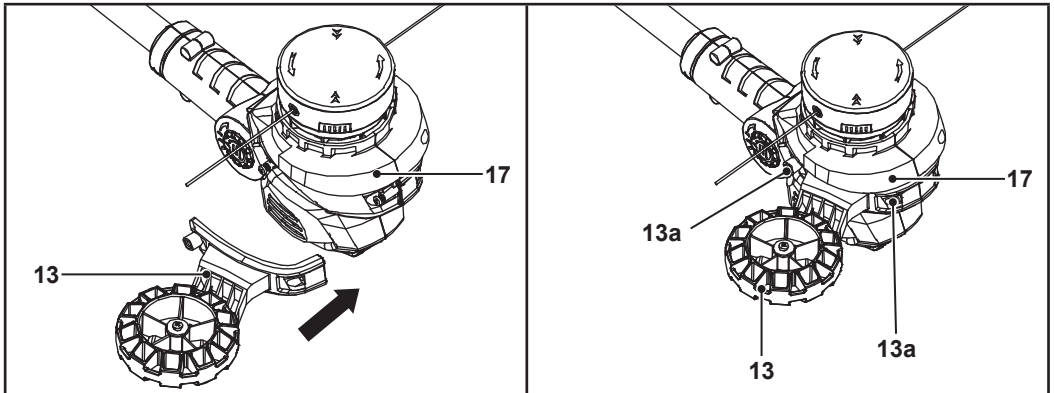

Fig. 3
1. Monte la rueda desbrozadora (13) en el cabezal de corte (17) (Fig. 3).
2. Fije la rueda desbrozadora (13) con los 2 tornillos y las 2 arandelas (13a) (Fig. 3).